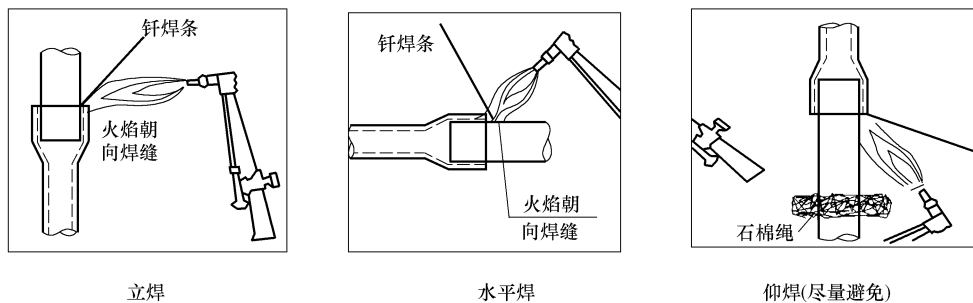

图 3-52 焊接方向示意图
3) 当钎料全部熔化后，应停止加热，以防钎料不断往内渗透不易形成饱满的焊缝。钎焊操作宜向下或水平侧向进行，不宜仰焊和倒立焊接，接头的分支口一定要保持水平，如图 3-52 所示。